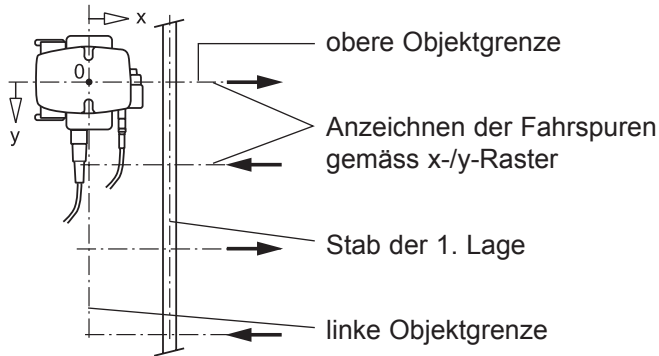

Fig. 5.14 Messen mit der Mobilsonde
- Wenn die Richtung der Bewehrung der ersten Lage vertikal verläuft, wie in Fig. 5.14 dargestellt, müssen Sie die Fahrspuren horizontal im Abstand des gewählten Rasters in der y-Richtung legen. Führen Sie die Mobilsonde entlang diesen Spuren. In Fig. 5.16, Pos. 7, wird die kleinste in einem Rasterfeld gemessene Deckung angezeigt und automatisch in Graustufen gespeichert.